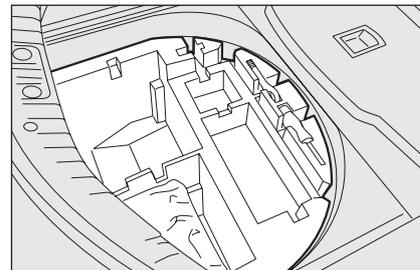

fig. 3
- per versioni dotate del "kit riparazione rapida pneumatici Fix&Go" prelevare dal bagagliaio il contenitore attrezzi **fig. 3**;